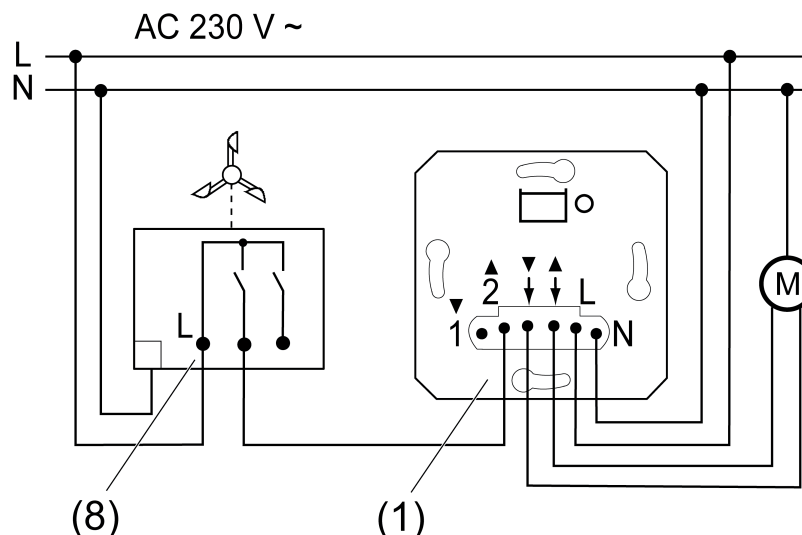

Bild 5: Anslutningsexempel vindsensor
- Anslut vindsensorn (8) enligt anslutningsexemplet (bild 5). Vindlarmet implementeras via extensioningång 2.